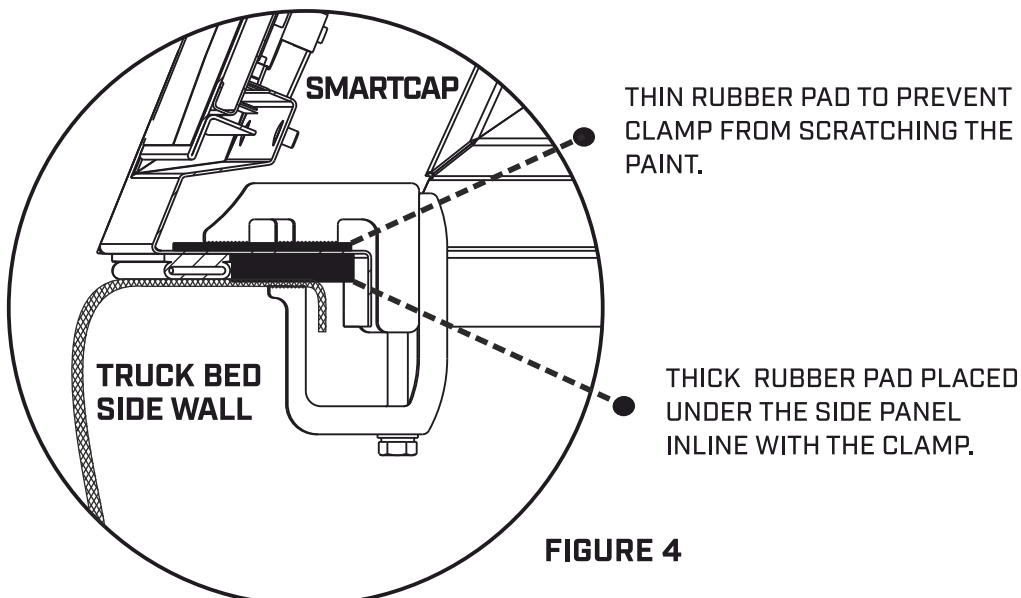

FIGURE 4
5. PLACE THE 10MM RUBBER PAD UNDER THE SIDE PANEL, BETWEEN THE PICKUP BOX AND THE SMARTCAP, DIRECTLY UNDER THE POSITION YOU INTEND TO INSTALL THE C CLAMP. (SEE FIGURE 4)